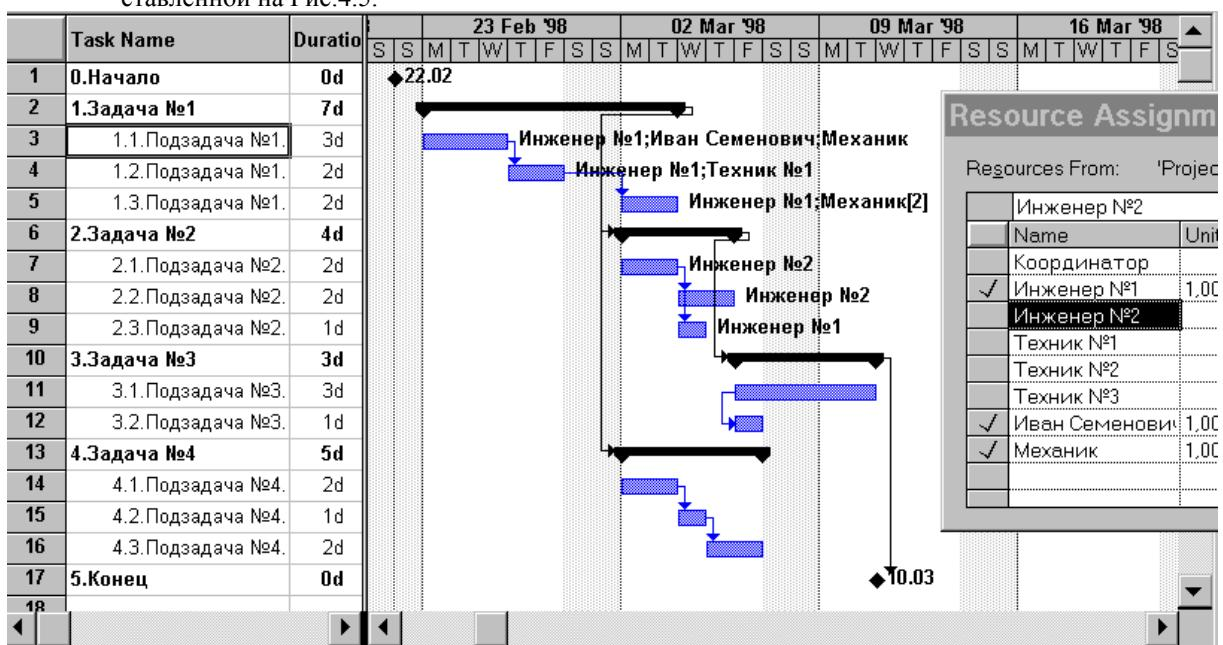

Рис.4.5.
- Подзадачам, входящим в задачу №2 сделать назначения в соответствии с диаграммой, представленной на Рис.4.5.